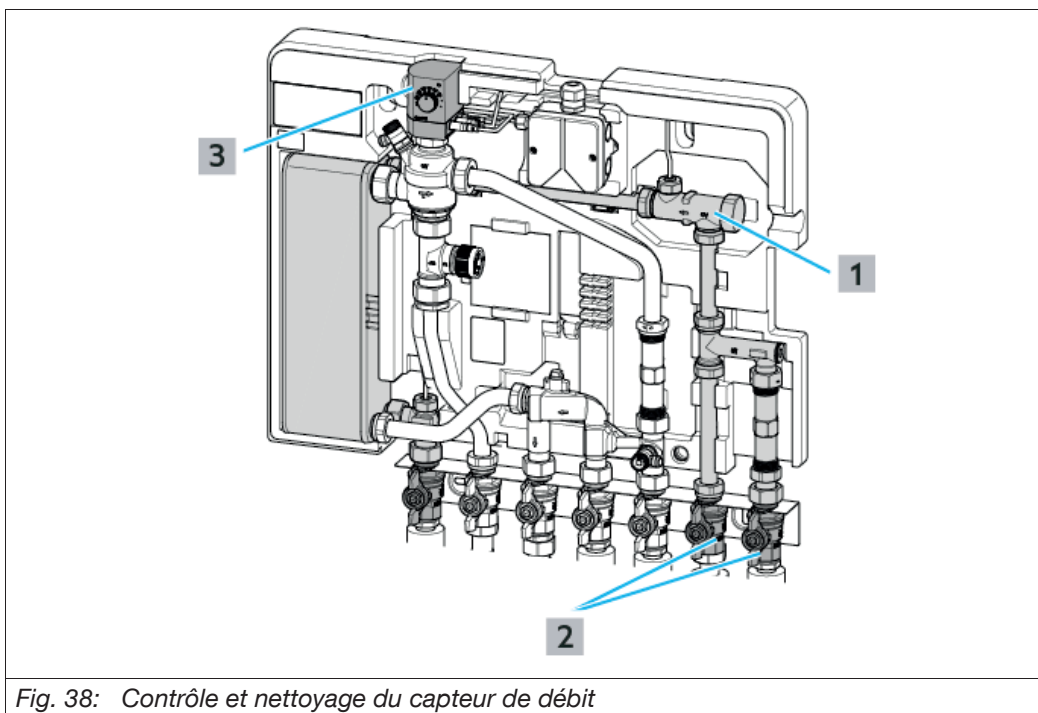

Fig. 38: Contrôle et nettoyage du capteur de débit
1. Fermer les robinets à tournant sphérique dans l'arrivée d'eau froide et la sortie d'eau froide ((2) sur la Fig. 38 en page 63) dans le circuit E.C.S.